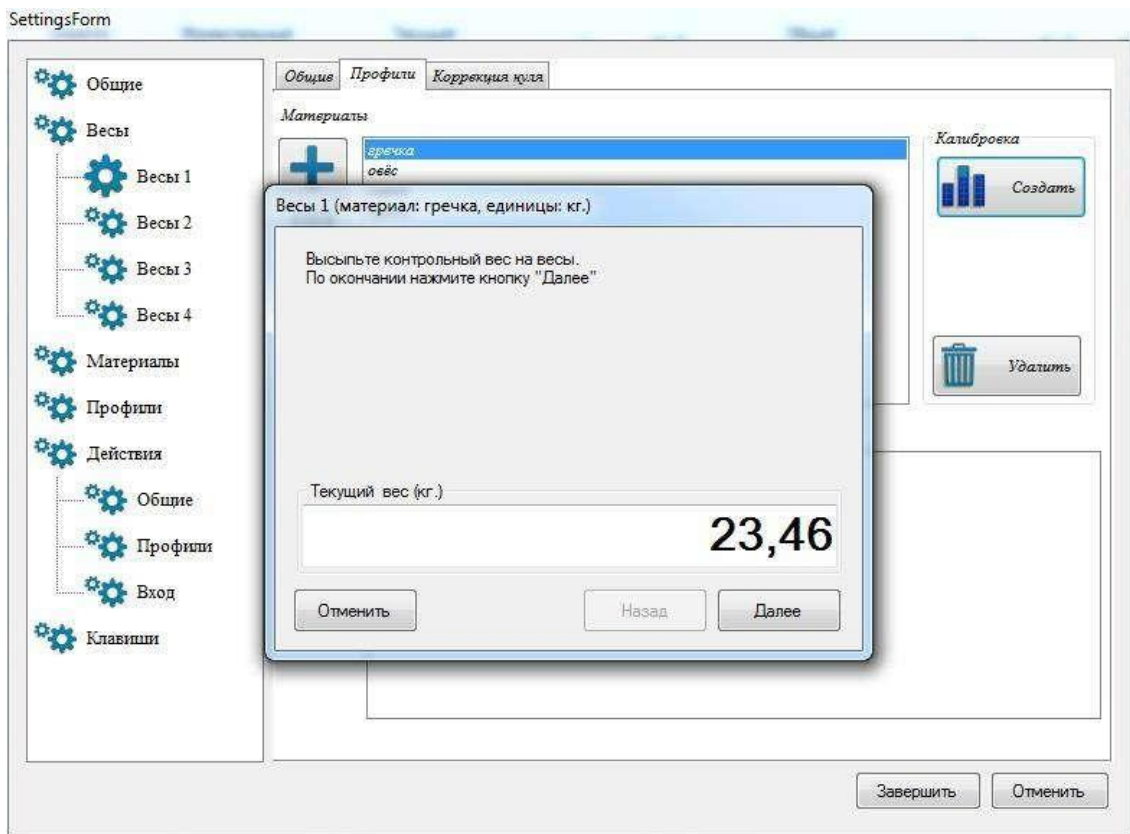

Рисунок 1.17 Взвешивание при калибровке
- 3.2.9 На Рис. 1.17 приведен примерный вид экрана после окончания просыпки взвешиваемого материала;